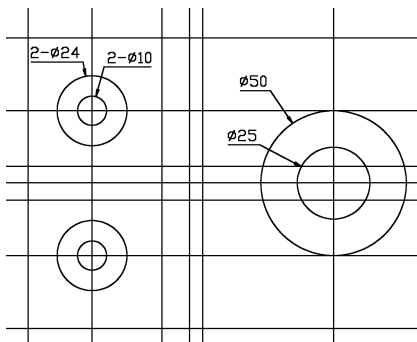

图 3-51 绘制圆
17) 执行“圆”命令 (c), 绘制如图所示的圆, 如图 3-51所示。